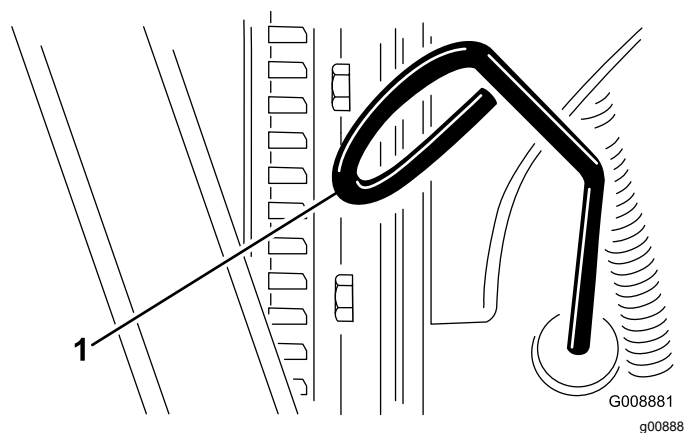

Figura 53
3. Retire la varilla, límpiela, y vuelva a colocarla (Figura 53).